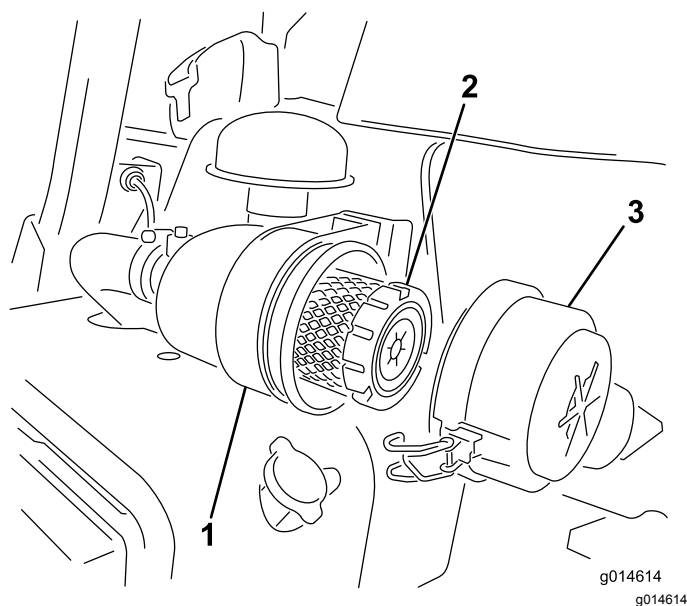

Figura 44
1. Liberte os trincos que fixam a cobertura do filtro de ar ao respetivo corpo (Figura 44).
6. Prenda os trincos (Figura 44).